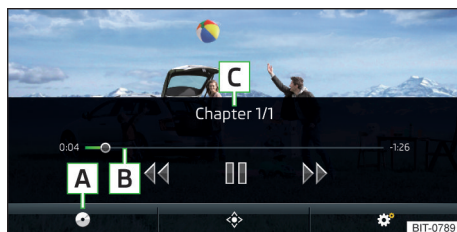

Fig. 187
Menú princ. » fig. 187
Avance/retroceso del vídeo al momento deseado	Pulsar el eje del tiempo de reproducción B » fig. 187 de la pág. 162
- ▶ Para **visualizar** el menú del DVD en el menú principal *Video-DVD*, pulsar la superficie funcional ⦿ » fig. 187 de la pág. 162.